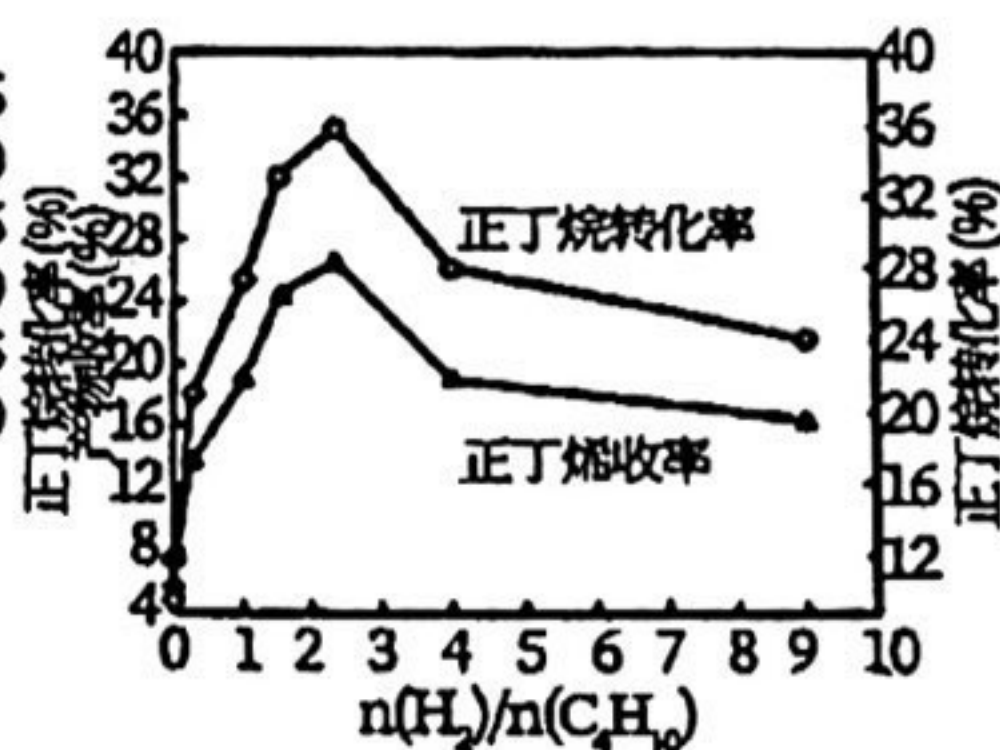

图 2
(4)其他条件相同, 30min 时正丁烷转化率、正丁烯收率随进料气中  $\frac{n(\text{H}_2)}{n(\text{C}_4\text{H}_{10})}$  的变化如图 2。图 2 中,  $\frac{n(\text{H}_2)}{n(\text{C}_4\text{H}_{10})} > 2.5$  后, 正丁烷转化率和正丁烯收率呈减小趋势, 原因是\_\_\_\_\_。